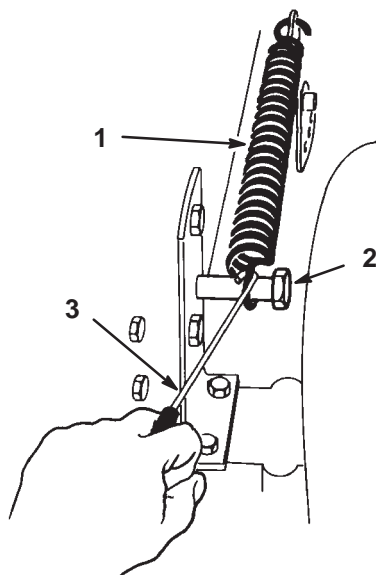

Bild 10
16. Nehmen Sie die hubgestützte Feder zwischen der Hubhalterung rechts am Mähwerk und die Befestigungsschraube ab (Bild 10).